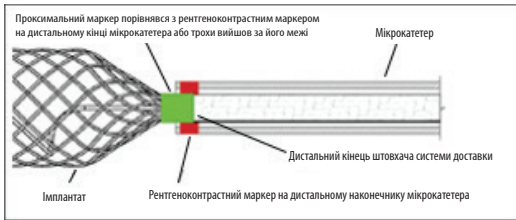

Рисунок 6. Положення маркерних смужок перед від'єднанням
- Під флюороскопічним контролем напрямку повільно просуньте імплантат за межі наконечника катетера. Продовжуйте просувати імплантат до потрібної ділянки, щоб рентгеноконтрастний маркер на проксимальному кінці імплантату порівнявся з рентгеноконтрастним маркером на дистальному кінці катетера або трохи виштовхав його межу. розташовуючи ділянку від'єднання безпосередньо поза наконечником катетера. Див. рисунок 6. За необхідності змініть положення. Якщо розмір імплантату не підходить, вийміть пристрій і замініть його на інший. Якщо після розміщення та перед від'єднанням імплантату рентгенокопія виявляє небажаний рух імплантату, виділіть імплантат і замініть його на інший, який матиме більш відповідний розмір. Рух імплантату вказує на ризик його зміщення після від'єднання. **НЕ** обертуйте штовхач під час або після доставки імплантату в судинну систему. Обертання штовхача може призвести до пошкодження імплантату або його передчасного від'єднання від штовхача, що може спричинити зміщення імплантату. Крім того, слід провести ангіографічну оцінку перед від'єднанням, щоб переконатися, що імплантат не зачіпає нецільові судини.